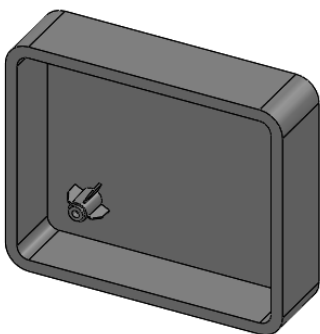

图 5-100 生成一个装配凸台扣合特征
- [6] 单击【确定】按钮, 生成一个装配凸台扣合特征, 如图 5-100 所示。